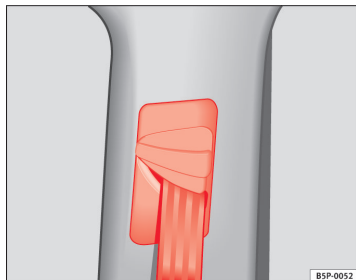

Fig. 16 Placering af selehøjdeindstilling
- Tryk på vendebeslaget i det øverste område, og hold det i denne position ⇒ Fig. 16.